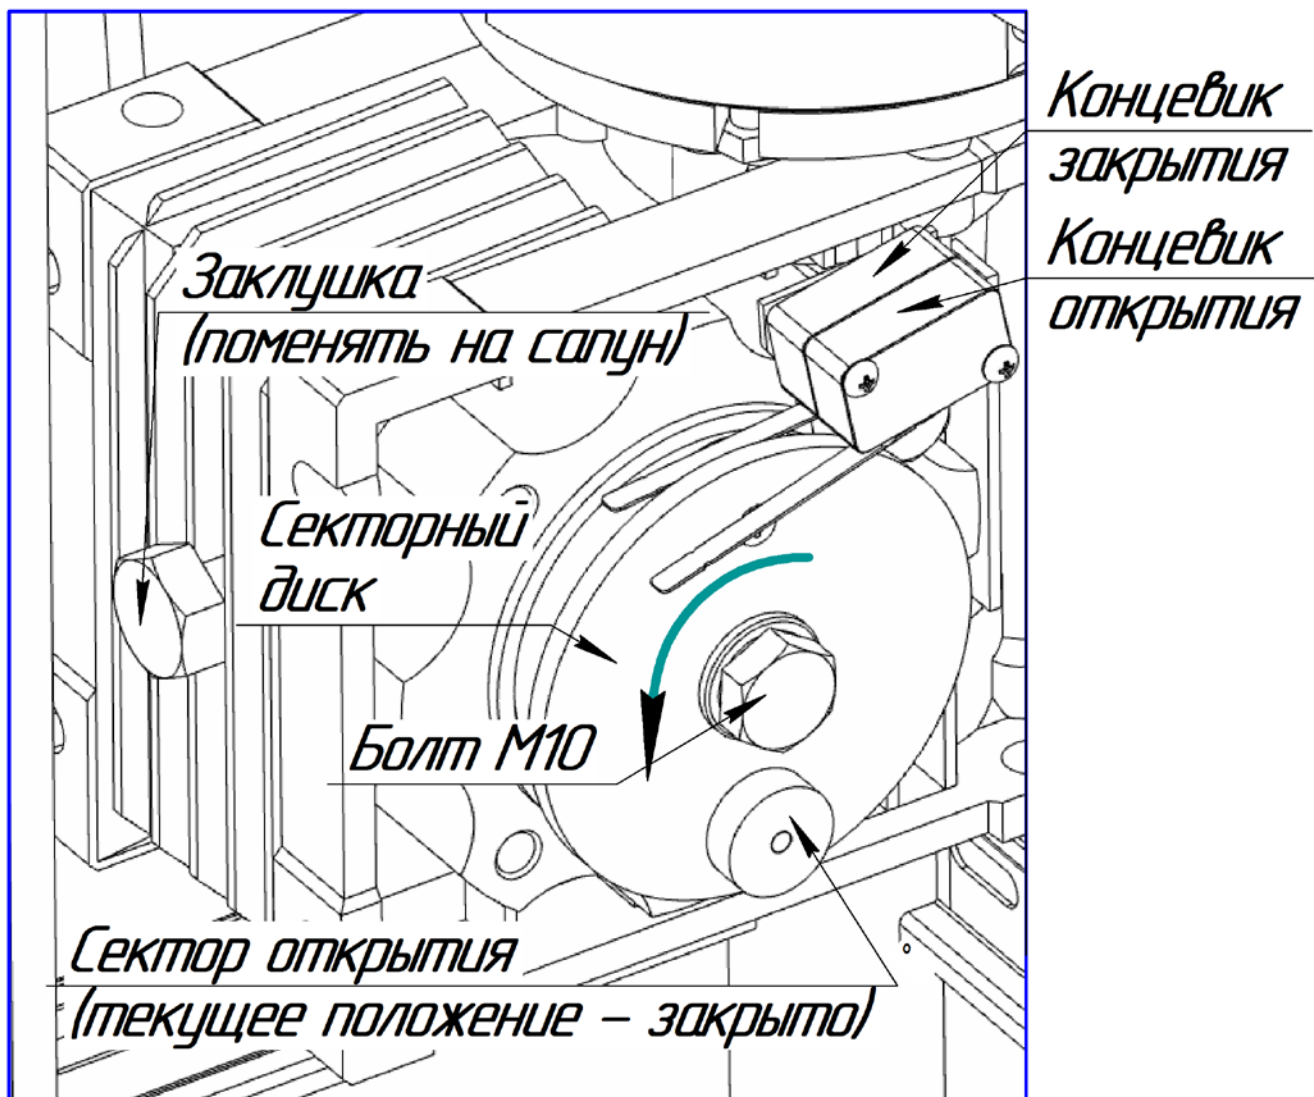

Рис.3
**Электродвигатель – разъем X2,** обмотки электродвигателя соединены треугольником, и конденсатор подключен параллельно обмоткам M1 и M2, для смены направления вращения – поменять местами обмотки M1 и M2. Термопредохранитель – не подключается, его провода обрезать и заизолировать. После установки платы необходимо проверить направление вращения диска концевиков – он должен вращаться против часовой стрелки (см. Рис.3). Если диск вращается в неправильную сторону – поменять местами подключение обмоток двигателя M1 M2